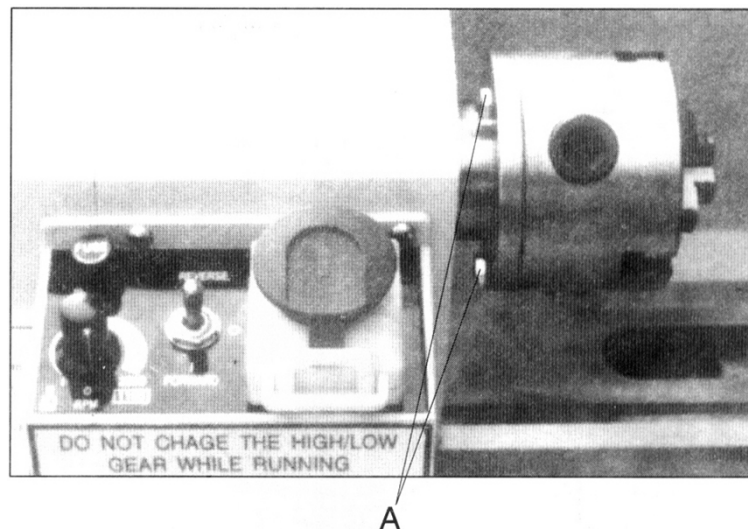

Fig. 6. Înlocuirea universalului
La înlocuirea universalului, așezați o cârpă sau o scândură pe ghidajul de batiu, în partea posterioară a universalului (acest lucru este necesar pentru a evita avarierea ghidajului batiului cauzată de scăparea involuntară a universalului. Slăbiți cele 3 șuruburi de fixare, așa cum este arătat în Fig. 6. (A) pentru înlocuirea universalului.